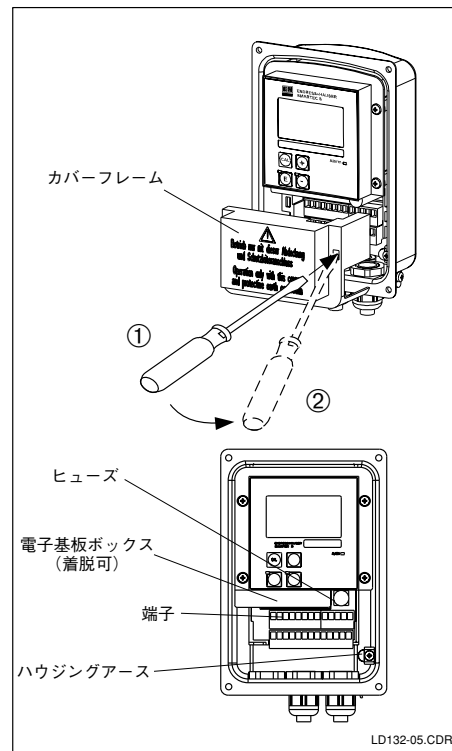

図 3.12
- ・図3.12に示すようにくぼみの部分にドライバーを差し込み(1)、つまみを内側に押し(2)、端子ブロック部のカバーフレームを取り外す。